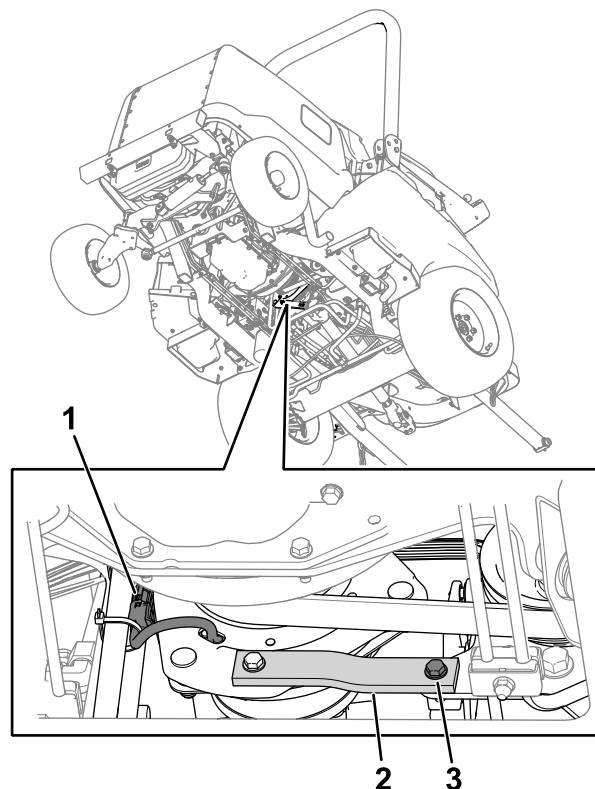

Рисунок 77
2. Отсоедините разъем жгута проводов сцепления от жгута проводов машины (Рисунок 77).
3. Удалите болт, шайбу и гайку с резиновой ленты (Рисунок 77) на раме.